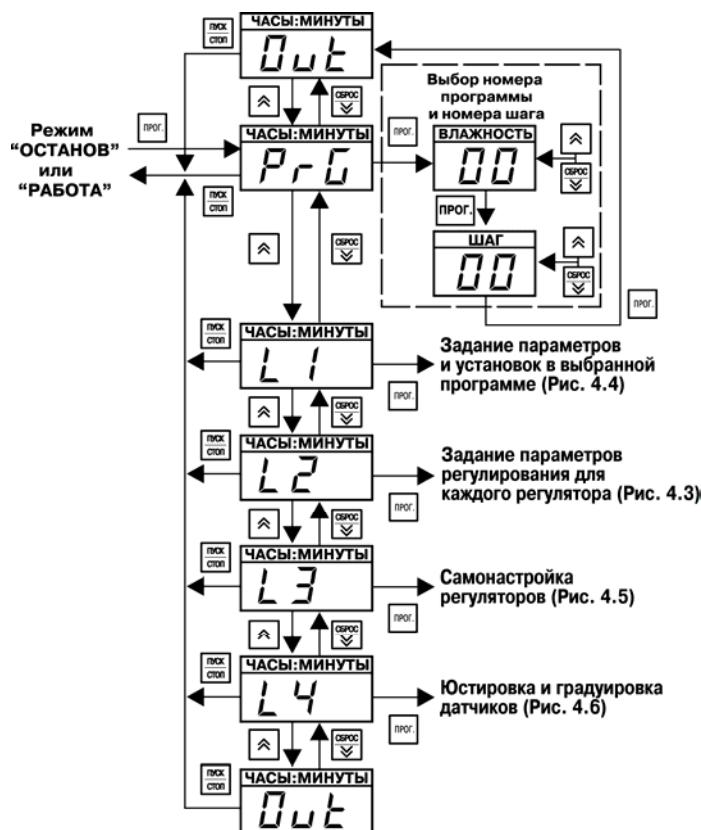

Рис. 4.2. Основное меню режима ПРОГРАММИРОВАНИЕ
4.2.2.1. **Схема основного меню режима ПРОГРАММИРОВАНИЕ**, а также меню подрежима выбора программы для исполнения изображены на рис. 4.2. По вертикали расположены изображения того, что индицируется на верхнем индикаторе «ЧАСЫ:МИНУТЫ». Линии со стрелками указывают направления перехода с одного уровня программирования на другой, изображения кнопок около линий показывают, с помощью какой кнопки можно перейти с уровня на уровень.
(см. рис. 4.2) нажать кнопку  (вверх), прибор перейдет на уровень L1; дальнейшее нажатие этой кнопки позволяет последовательно перейти на уровни программирования L2, L3, L4 и далее – в «нижнее» состояние «*Длт*» основного меню (означает окончание списка параметров, в данном случае – списка уровней программирования). При этом на индикаторе «ЧАСЫ:МИНУТЫ» высвечивается наименование каждого уровня и состояния.
Нажатием кнопки  (вниз) осуществляется обратный переход от уровня L4 к уровням L3, L2, L1, «*ПрГ*» и далее – в «верхнее» состояние «*Длт*» основного меню (см. рис. 4.2).
необходимо после появления сообщения «*ПрГ*» (см. рис. 4.2) нажать кнопку  . Прибор перейдет в подрежим выбора программы (шага) для исполнения (см. рис. 4.2, справа вверху обведенную пунктиром часть схемы). При этом на индикаторе «ВЛАЖНОСТЬ, %» индицируется номер программы.
Если программа должна выполняться не с первого шага, то, нажав кнопку  (см. рис. 4.2), устанавливают кнопками  (вверх) или  (вниз) номера шага, с которого начнется выполнение программы; при этом на индикаторе «ШАГ» высвечивается номер шага. Для выхода из подрежима выбора программы (шага) для исполнения надо нажать кнопку
Необходимо, находясь в основном меню на мигающем «L2», нажать кнопку . На сдвоенном индикаторе «ЧАСЫ:МИНУТЫ» будет гореть надпись «*Лод*», на индикаторе «ПАРАМЕТР» будет мигать произвольное число (на рис. 4.2 число «000» изображено условно), на самом нижнем индикаторе отображается обозначение уровня L2.